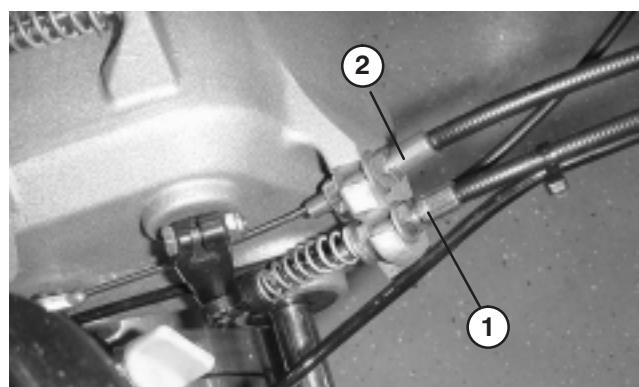

Bild 48
2. Wenn Sie die Zugspannung erhöhen möchten, lösen Sie die Klemmmutter des vorderen Zugs und ziehen Sie die Klemmutter des hinteren Zugs an (Bild 48), bis eine Kraft von 5,4 bis 7,3 kg benötigt wird, um den Fahrantrieb zu aktivieren. Die Kraft sollte am Einstellrad gemessen werden.
2. Wenn Sie die Zugspannung erhöhen möchten, lösen Sie die Klemmmutter des vorderen Zugs und ziehen Sie die Klemmutter des hinteren Zugs an (Bild 48), bis eine Kraft von 2,7 bis 4 kg benötigt wird, um die Bremse zu aktivieren. Die Kraft sollte am Einstellrad gemessen werden. Stellen Sie die Bremse nicht zu fest ein, da das Bremsband sonst schleifen könnte.